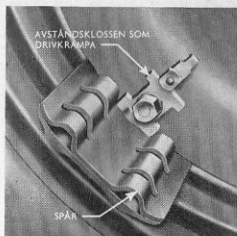

Fig. 33.
- Använd avståndsklotsen som fjärde låskrampa. Se fig. 33.